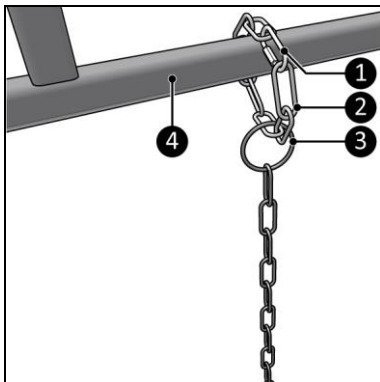

Figura 8
1. Amplasați lanțul de ancorare suplimentar (30 cm) (Figura 8, poziția 2) prin inelul lanțului de ancorare (50 cm) (Figura 8, poziția 3) și peste cadru (Figura 8, poziția 4).
2. Atașați cârligul de carabină (Figura 8, poz. 1) la ambele capete ale lanțului de ancorare suplimentar (30 cm) pentru a închide bucla.